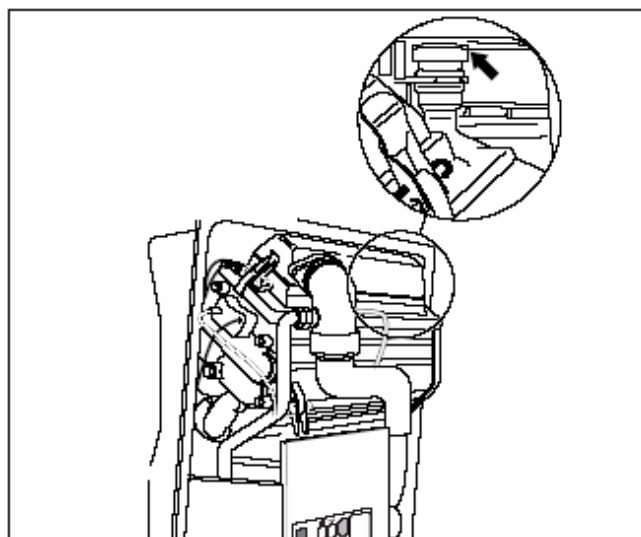

Рис. 42 Уплотнительная крышка конденсатного байпаса
- Путем осмотра убедиться в том, что белая уплотнительная крышка конденсатного байпаса находится на месте (рис. 42).